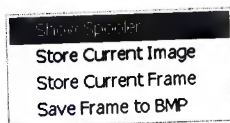

Рисунок 150
10.4.4 Окно **Dicom Спулер** также можно открыть вручную, кликнув по изображению правой кнопкой, используя сенсорную панель и выбирая **Показать Спулер** (см. рисунок 150) для проверки состояния очереди печати (т.е. изображения, ожидающие отправки на сеть DICOM).